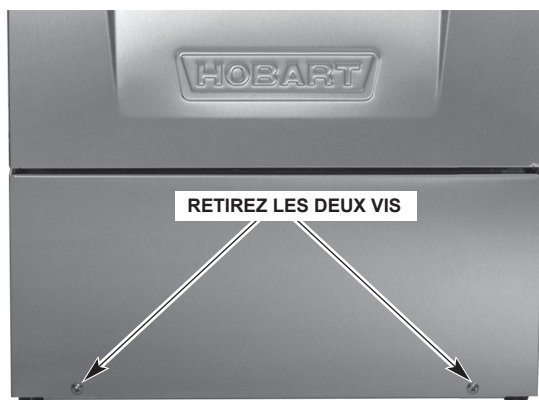

Fig. 1
1. Enlevez le panneau inférieur avant en retirant les deux vis au bas du panneau (fig. 1).